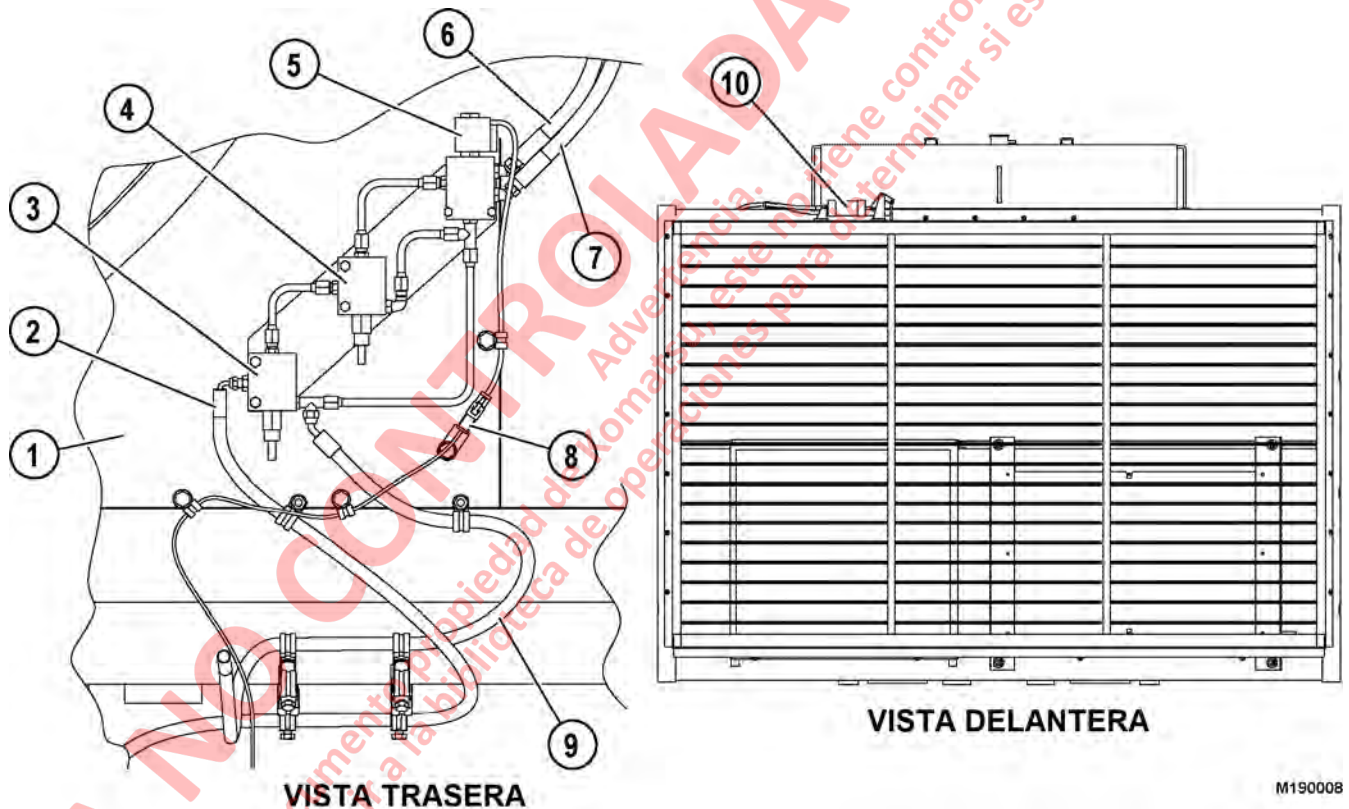

FIGURA 19-1. VÁLVULAS DE SUMINISTRO DE ACEITE AL CILINDRO ACCIONADOR DE LAS PERSINAS
cilindro accionador del conjunto de las persianas. La manguera (2, Figura 19-1), que está conectada a un acople en «T» en el puerto de suministro de la bomba del sistema de lubricación automática, dirige aceite hacia la válvula reductora de presión (3). Esta válvula reduce la presión del circuito de dirección de 24 132 kPa (3500 psi) a 10 342 kPa (1500 psi). Esta presión se reduce aún más a 517 kPa (75 psi) mediante la válvula reductora de presión (4). Esta válvula suministra el aceite a la válvula solenoide (5) de las persianas para presurizar el extremo del cabezal del cilindro accionador (10) de las persianas, lo que las cierra durante el calentamiento del motor. Cuando se envía la señal a las persianas para que se abran, la válvula solenoide se desenergizará y el carrete pasará a dirigir aceite hacia el extremo del vástago del cilindro accionador. El aceite vuelve al tanque hidráulico a través de la manguera (9).
La válvula solenoide (5, Figura 19-1) y las válvulas reductoras de presión (3) y (4) en el circuito hidráulico están preestablecidas desde fábrica y no se pueden ajustar. Si la válvula está averiada, reemplace el conjunto completo del cuerpo y la válvula.